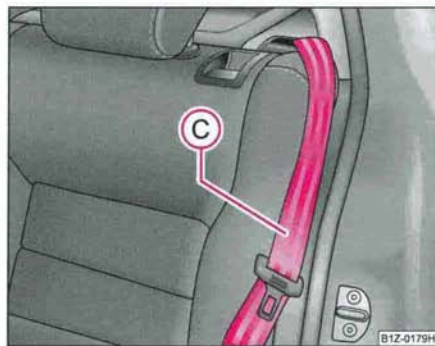

Fig. 67 Verrouiller le dossier du siège arrière ►
- Mettez la ceinture de sécurité latérale AR (C) derrière le bord de l'habillage latéral ⇒ fig. 67.